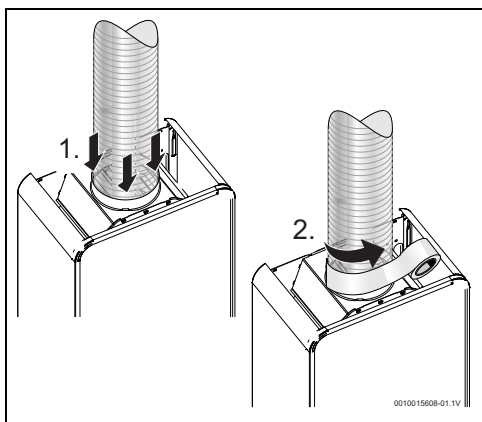

Fig. 12
- Étanchéification avec un matériau approprié (fig. 12)